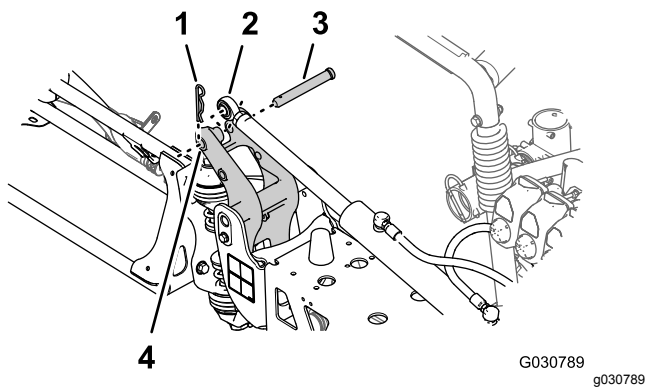

Figure 124
6. Placez la tige du vérin de levage en face du trou de 25 mm dans la fourche de la fixation de pivot (Figure 124).
7. Fixez le vérin de levage à la fixation de pivot à l'aide de l'axe de chape et de la goupille fendue (Figure 124) que vous avez retirés à l'opération 2 de Dépose des vérins de levage \(page 24\).